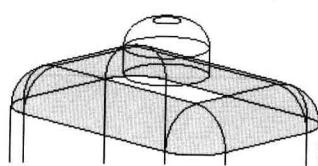

图 1.11
(2) 按住 Shift 键，选择如图 1.11 所示的曲面，作为边界曲面。